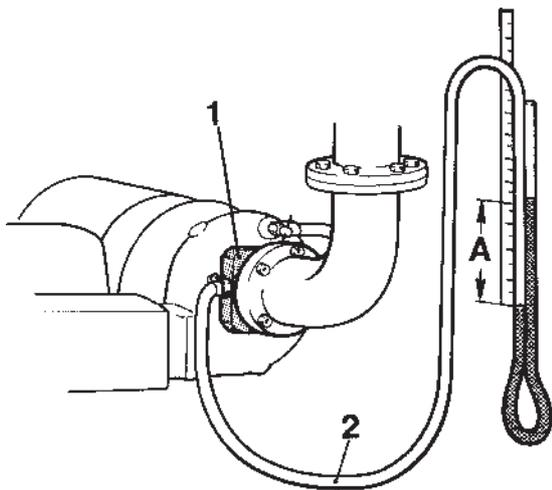

Fig. 208. Contrôle de la contrepression
4. Brancher un flexible transparent à la bride de mesure comme le montre la figure 208 ou un manomètre basse pression.